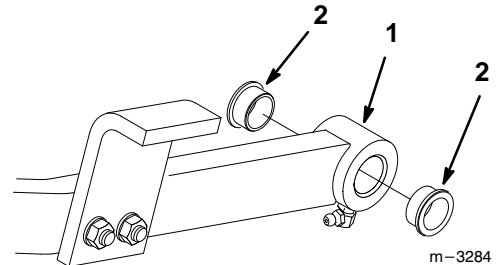

Abbildung 37
4. Einen Splinttreiber in den Schubhebel stecken und vorsichtig die Muffen herausdrücken (Abb. 37). Die Innenseite des Schubhebels reinigen.
5. Mit einem Hammer und einer flachen Platte die neuen Muffen vorsichtig in das Ende des Schubhebels drücken (Abb. 37).